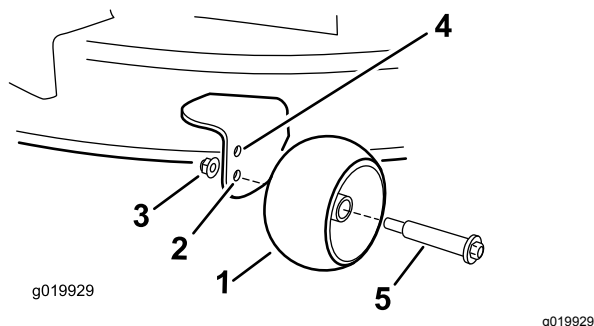

Рисунок 28
газонокосилки установлена в положение 63 мм и ниже (Рисунок 28).
- Нижнее отверстие — используйте это положение, когда высота скашивания деки газонакосилки установлена в положение 76 мм и выше (Рисунок 28).